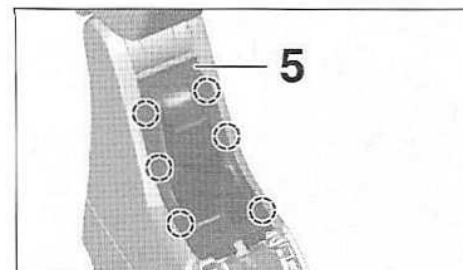

FIG.4
- Dégrafer et déposer le vide-poches (5) (Fig.4).